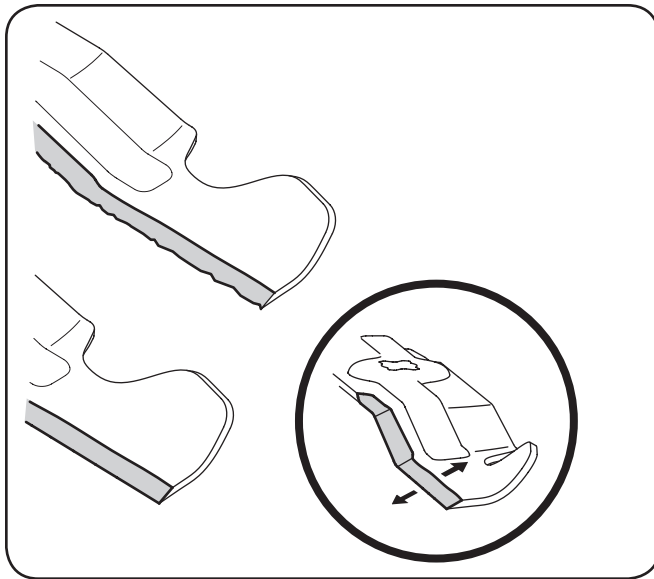

Figure 7-6
- Pour aiguiser les lames, éliminez la même quantité de métal des deux extrémités sur le côté tranchant. Aiguissez le bord tranchant sur toute sa longueur, parallèlement au bord arrière, soit à un angle de 25° à 30°. Il est essentiel d'aiguiser les tranchants de façon égale pour conserver une lame bien équilibrée. Voir la Figure 7-6.